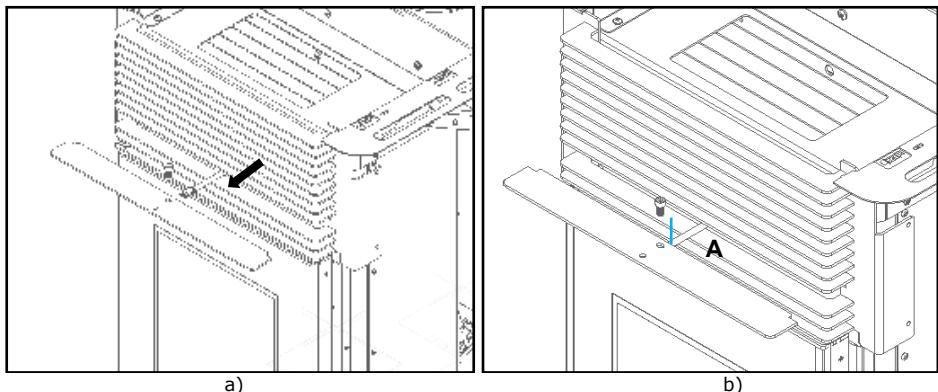

Figura 95 – Aperto da pala do registo
- b) De seguida puxar o varão do registo para a frente (Figura 95-a), coincidir o furo do varão e com o furo da pala e uni-los com um parafuso A (DIN 7991 M6x10).